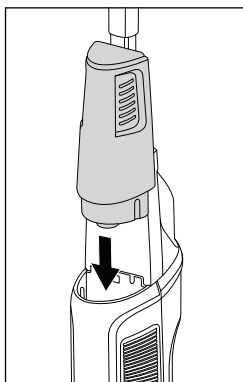

Fig. 11
- ◆ Vire o reservatório de água limpa ❶ ao contrário e volte a montá-lo no encaixe na parte da frente do aparelho (ver fig. 11).
- ◆ Desloque o reservatório de água limpa ❶ para baixo, ao longo dos entalhe, até o reservatório de água limpa ❶ encaixar de forma audível e ficar corretamente montado.